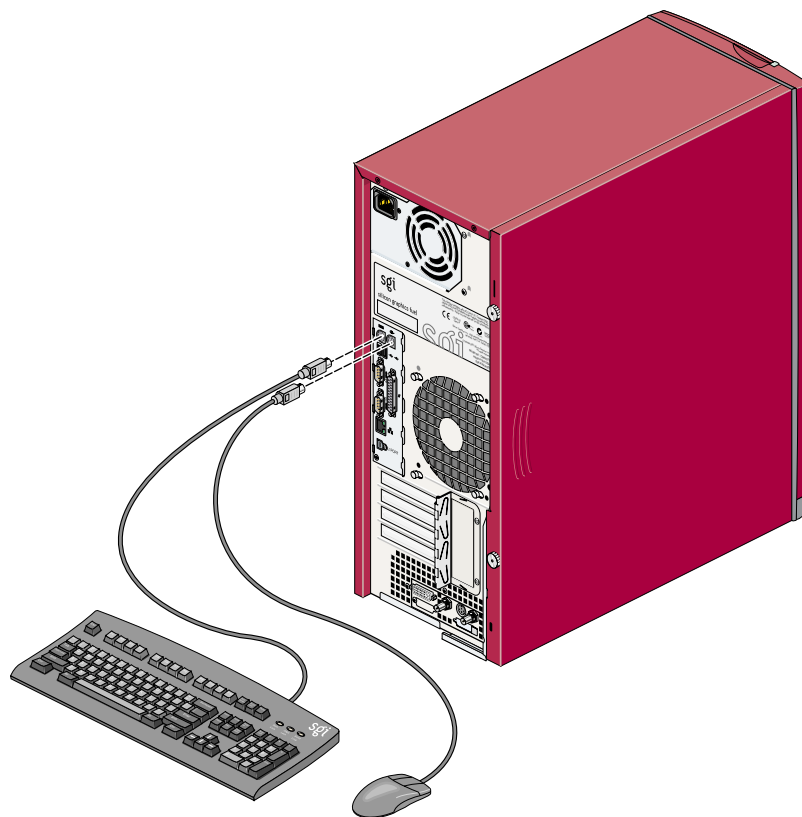

図 1-5 キーボード・ケーブルおよびマウス・ケーブルの接続
1. 図 1-5 に示すように、キーボード・ケーブルおよびマウス・ケーブルを接続します。